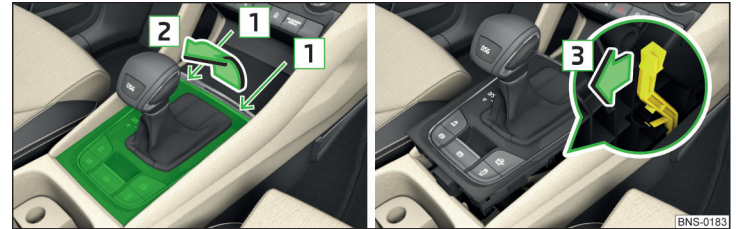

Abb. 358 Abdeckung lösen / Wählhebel entriegeln
- › Einen Schlitzschraubendreher oder ein ähnliches Werkzeug in den Spalt im Bereich der Pfeile **1** » Abb. 358 einschieben und die Abdeckung in Pfeilrichtung **2** vorsichtig lösen.